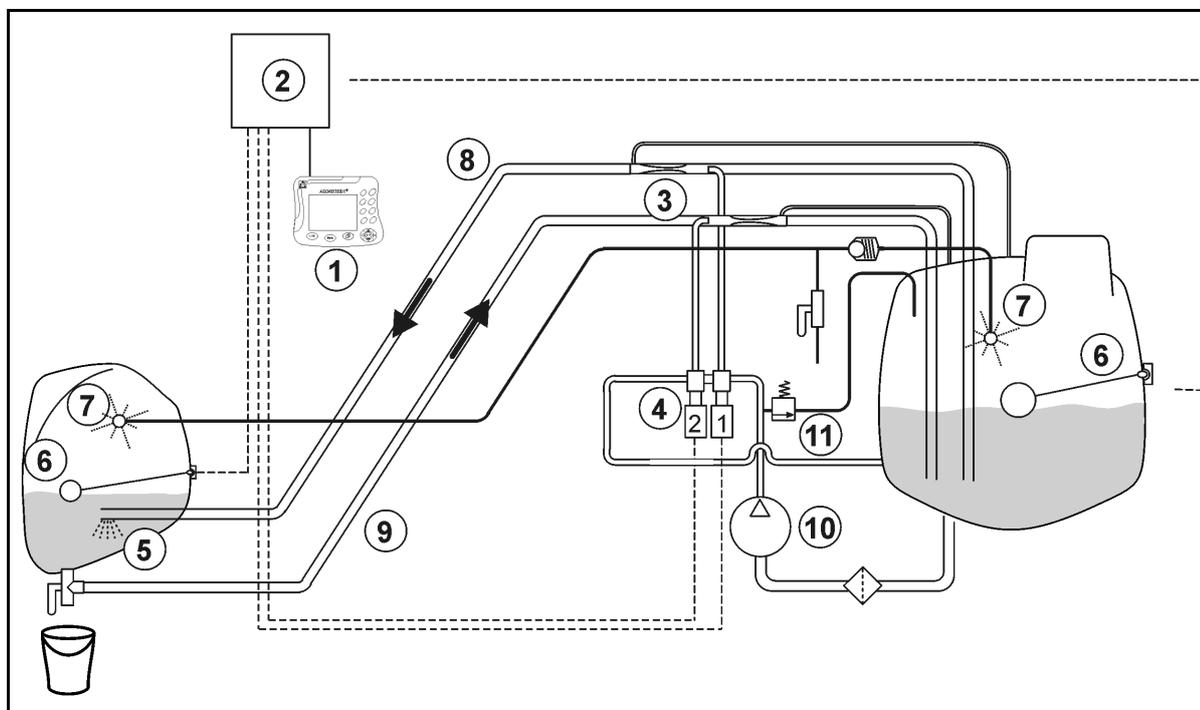

Fig. 16
1. Desacople a mangueira de ligação (Fig. 16/1) do tanque frontal com a ligação de enchimento (Fig. 16/2).
2. Torneira de comando no tanque frontal (Fig. 16/3) em posição **X**.